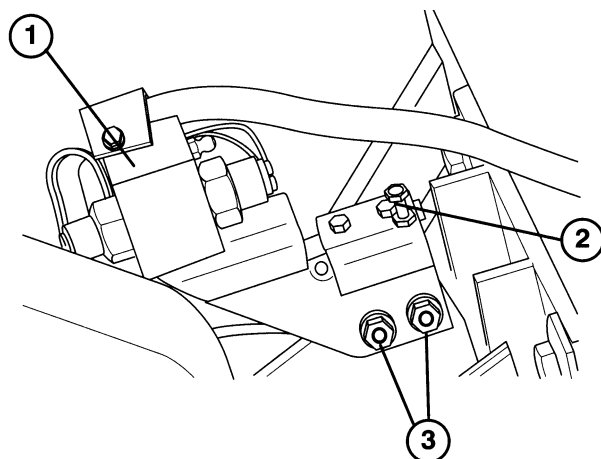

Figure 15
5. Vérifier le contacteur de la tête d'aération (Fig. 15) avec un contrôleur de continuité ou un ohmmètre et le remplacer s'il est endommagé. Le plongeur du contacteur doit être enfoncé quand la tête d'aération est relevée.
- D. Desserrer le contre-écrou de la vis de réglage et les 2 écrous à bride (Fig. 15).